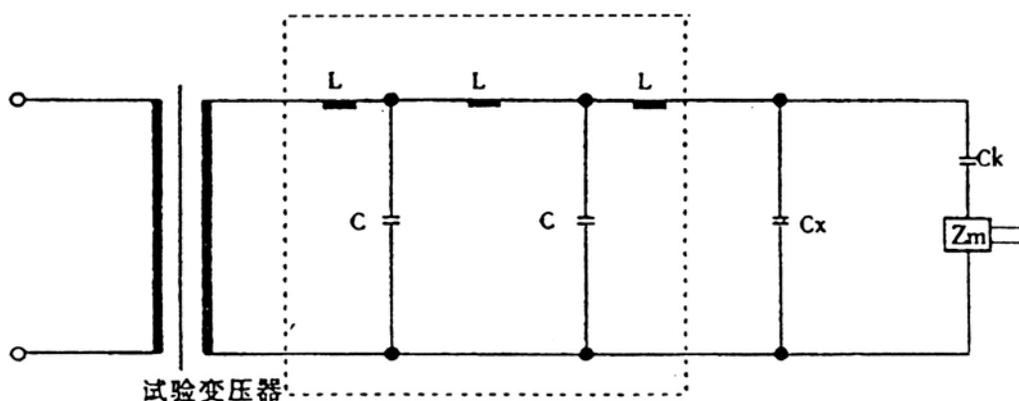

图 21 高压滤波器接入试验电路
(4) 采用高压滤波器。在试验变压器次级的高压侧加装高压滤波器可进一步抑制电网系统的干扰，并可提高检测灵敏度如图 21 所示的两级 T 型滤波器，设  $L=0.5H$ 、 $C=0.004\mu F$ ，则对 30kHz 信号可衰减 60dB。当然，高压滤波器也必须在试验电压下无放电。国内单位有使用串联在高压引线中的调谐式选频滤波器，效果也很好。